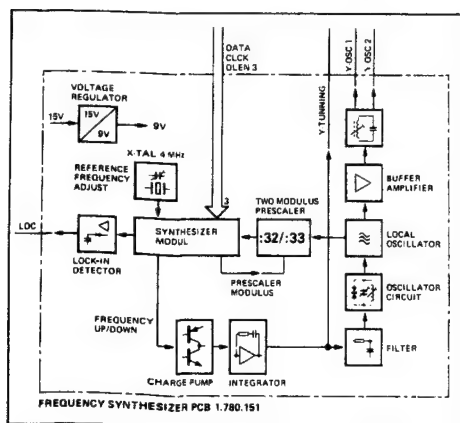

Fig. 3.5
3.1.6 Frequenzsynthesizer und Lokalszillator (Fig. 3.5)
3.1.6 Frequency synthesizer and local oscillator (Fig. 3.5)
3.1.6 Synthétiseur de fréquence et oscillateur local (Fig. 3.5)